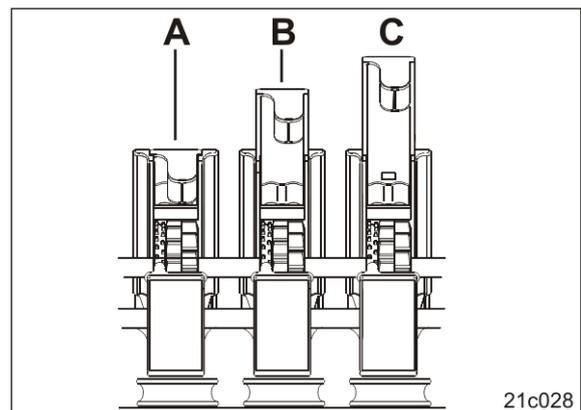

Fig. 166
2. Die Schließchieber (Fig. 166) auf den Tabellenwert (siehe Seite 58) stellen.
Die Schließchieber (Fig. 166) rasten in einer der drei Positionen ein: